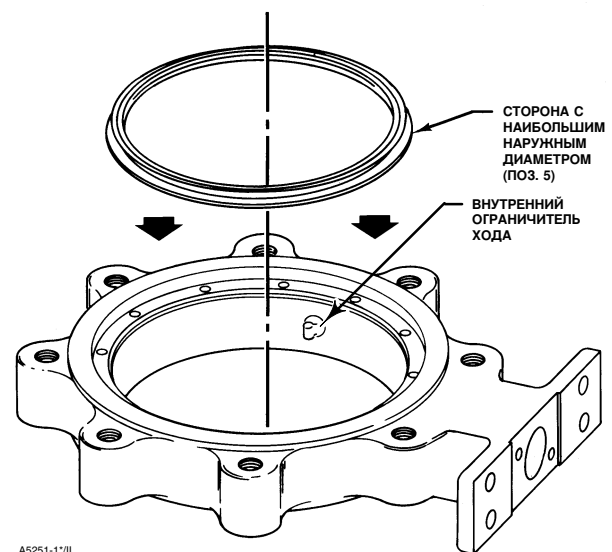

Рисунок 8. Установка типового седла
Перед установкой седла в клапан во внешнюю широкую канавку седла необходимо вставить уплотнительное кольцо (поз. 6). См. рис. 8.
1. Возьмите новое седло (поз. 5) и обратите внимание на форму кольца. Седло с одного торца имеет больший диаметр, чем с другого, как показано на рис. 8. По внешней окружности имеется широкая канавка.
При креплении привода к клапану убедитесь, что диск клапана не касается внутреннего ограничителя хода (см. рис. 8). Диск должен находиться на расстоянии от 0 до 0,76 мм (от 0 до 0,030 дюйма) от ограничителя в корпусе клапана (см. рис. 8).